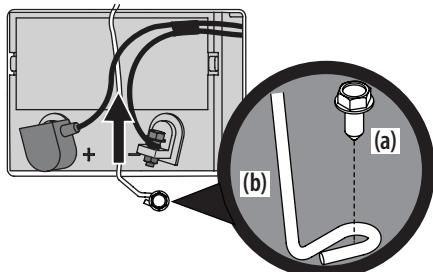

Figure 14
- Retirez la vis à bride hexagonale (a) fixant le support de fixation de la batterie (b) au châssis. Relevez ensuite le support de fixation de la batterie (b) pour dégager la batterie. Consultez la Figure 14.